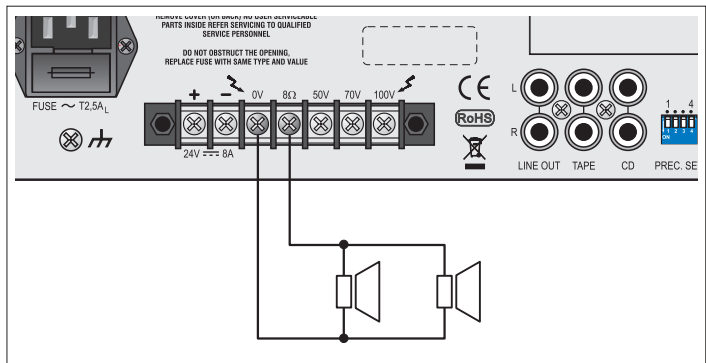
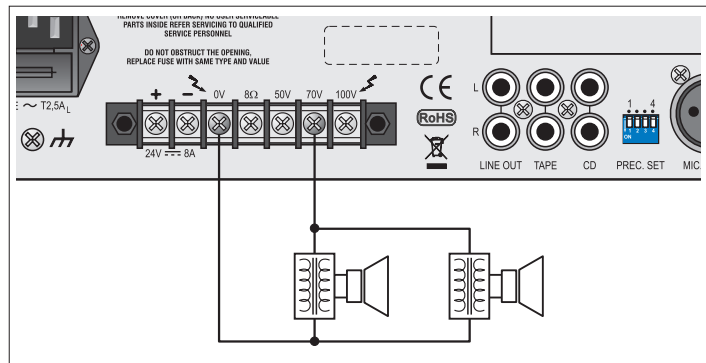

Fig. 3.10.1
Fig. 3.10.2
Le uscite di potenza per i diffusori sono disponibili sulla morsetteria (12). È possibile realizzare un impianto di diffusione sonora utilizzando sia diffusori a bassa impedenza (fig. 3.10.1), sia diffusori dotati di trasformatore di linea (fig. 3.10.2).
The power outputs for the loudspeakers are available on the terminal strip (12). It is possible to set up a sound-broadcasting system using either low-impedance loudspeakers (fig. 3.10.1) or loudspeakers equipped with a line transformer (fig. 3.10.2).